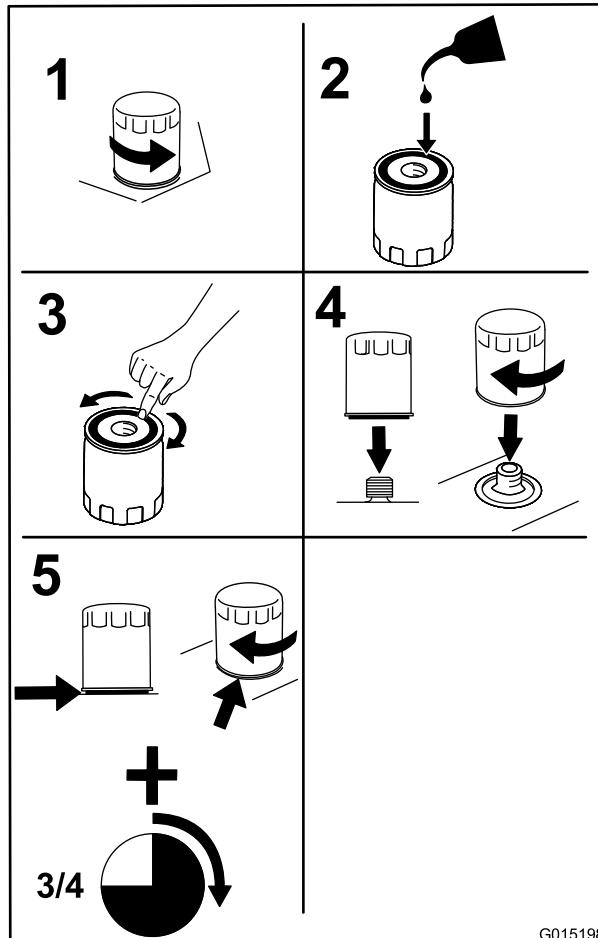

**Figure 34**
7. Versez lentement environ 80 % de l'huile spécifiée dans le tube de remplissage, puis faites l'appoint lentement pour faire monter le niveau jusqu'au repère maximum (**Full**) (Figure 34).